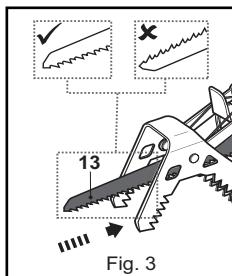

Fig. 3
- Retirez la lame (13) et insérez une nouvelle lame si nécessaire. (Fig.3)